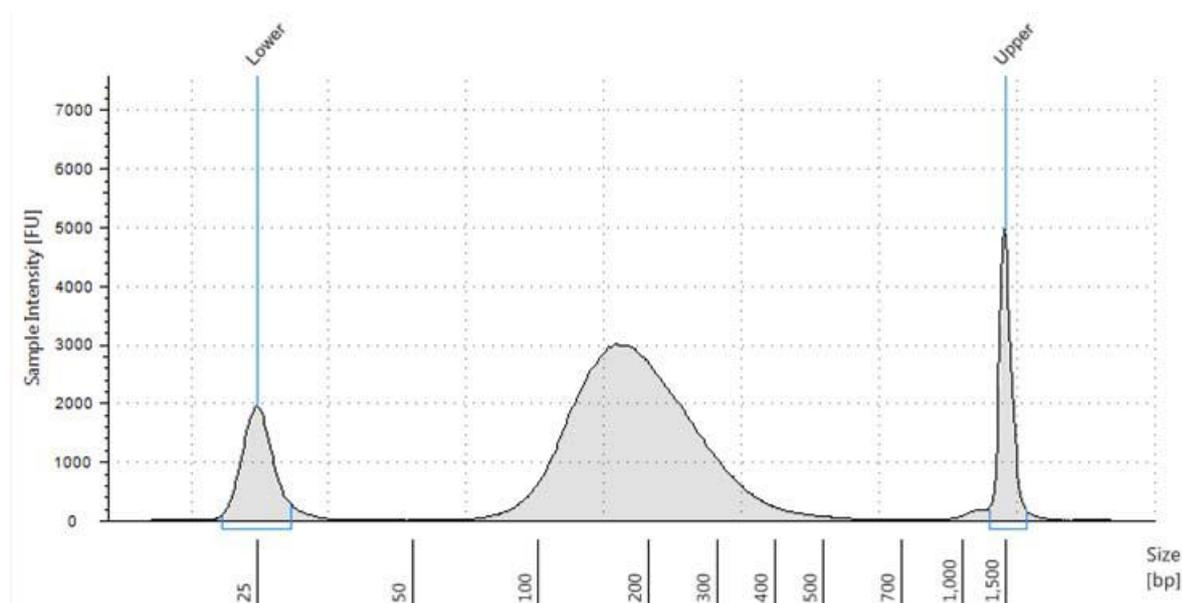

図 3 断片化した gDNA の 2200 TapeStation と D1000 ScreenTape による泳動図。
3. 結果をチェックします。図 3 の泳動図のような分布が得られ、125-175 bp 付近にピークトップがみられることを確認します。